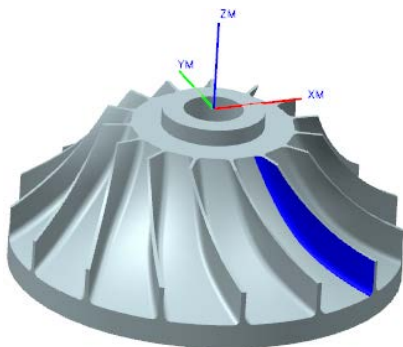

图 5.5.18 选取切削区域
(1) 双击上一步改名的  VARIABLE_CONTOUR_2 节点，系统弹出“可变轮廓铣”对话框。
(2) 在“可变轮廓铣”对话框中单击  指定切削区域 右侧的  按钮，系统弹出“切削区域”对话框，单击  全重选 按钮，在系统弹出的“重新选择”对话框中单击  确定 按钮，采用系统默认的参数设置，选取图 5.5.18 所示的切削区域，单击  确定 按钮，系统返回到“可变轮廓铣”对话框。